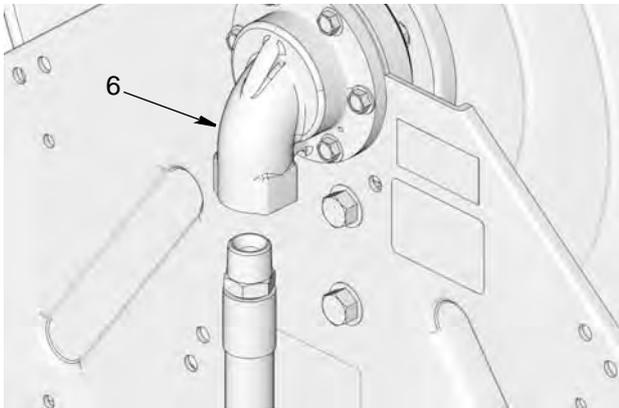

FIG. 31
3. Attacher le tuyau d'entrée sur l'entrée (6) (FIG. 31).